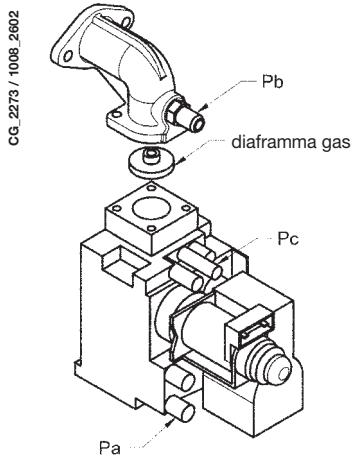

Figura 10
- collegare la presa di pressione positiva di un manometro differenziale, possibilmente ad acqua, alla presa di pressione (**Pb**) della valvola del gas (Figura 10). Collegare, solo per i modelli a camera stagna, la presa negativa dello stesso manometro ad un apposito "T" che permetta di collegare insieme la presa di compensazione della caldaia, la presa di compensazione della valvola del gas (**Pc**) ed il manometro stesso. (Una pari misura può essere effettuata collegando il manometro alla presa di pressione (**Pb**) e senza il pannello frontale della camera stagna);
- verificare che la pressione dinamica di alimentazione della caldaia, misurata alla presa di pressione (**Pa**) della valvola del gas (Figura 10) sia quella corretta (37 mbar per il gas propano o 20 mbar per il gas naturale).
- Regolare la vite “Pmax/Pmin” (figura 10) fino ad ottenere il valore di pressione riportato nella Tabella 1.